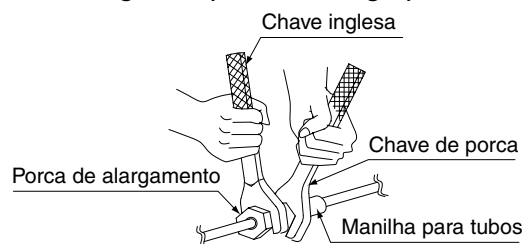

Fig. 4
- (1) Conecte a tubulação.
- Ao conectar ou desconectar a tubulação da unidade, **certifique-se de usar duas chaves de porca e duas chaves inglesas. (Consulte a Fig. 4)**